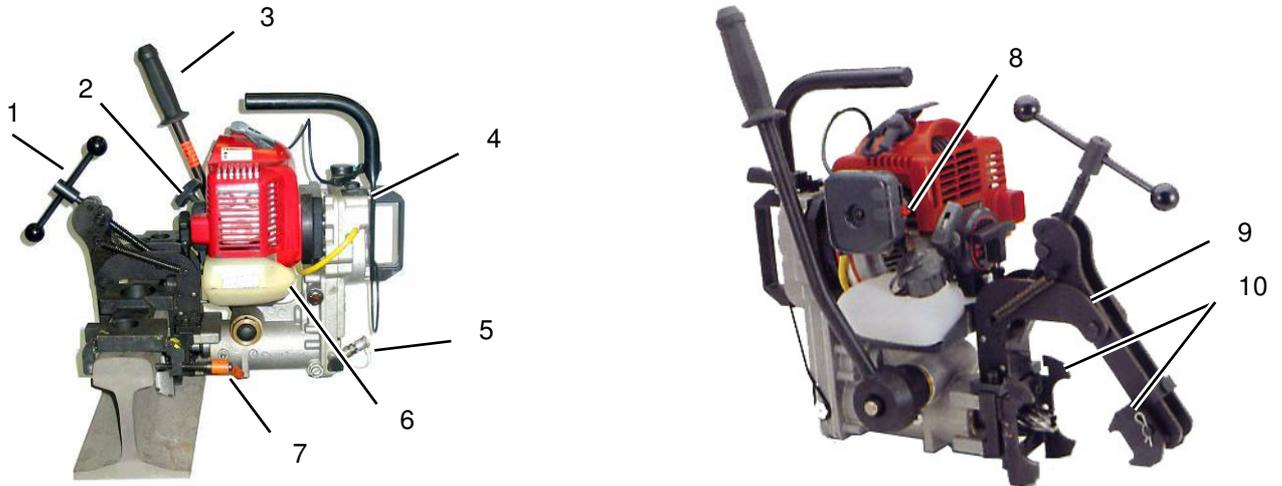

Abbildung 7: Übersicht Bohrvorrichtung LD-1P mit Befestigungsarm
Die Cembre- Bohrvorrichtung besitzt einen Zwei- Takt- Motor als Antrieb für die Bohrerspindel. Die Vorschubbewegung des Bohrers erfolgt per Hand über einen Handhebel (→ Abbildung 7, Nr. 3).
- Handhebel (→ Abbildung 7, Nr. 3) in vorderer Andrückstellung arretieren
- Schalter ON (→ Abbildung 7, Nr. 4) drücken
- Den Seilzugstarter (→ Abbildung 7, Nr. 2) ziehen
- Bei Bedarf die Chokehebelstellung (→ Abbildung 7, Nr. 8) verändern, etwas Gas geben und erneut den Seilzugstarter (→ Abbildung 7, Nr. 2) ziehen
- Die Kühlmittelzufuhr durch das Ventil (→ Abbildung 7, Nr. 5) regeln oder direkt auf den Bohrer sprühen
- Zum Bohren den Handhebel (→ Abbildung 7 Nr. 3) drücken
- Dreharmhebel (→ Abbildung 7, Nr. 1) ein wenig drehen, bis sich der Befestigungsarm DBG-F (→ Abbildung 7, Nr. 9) von der Bohrvorrichtung löst